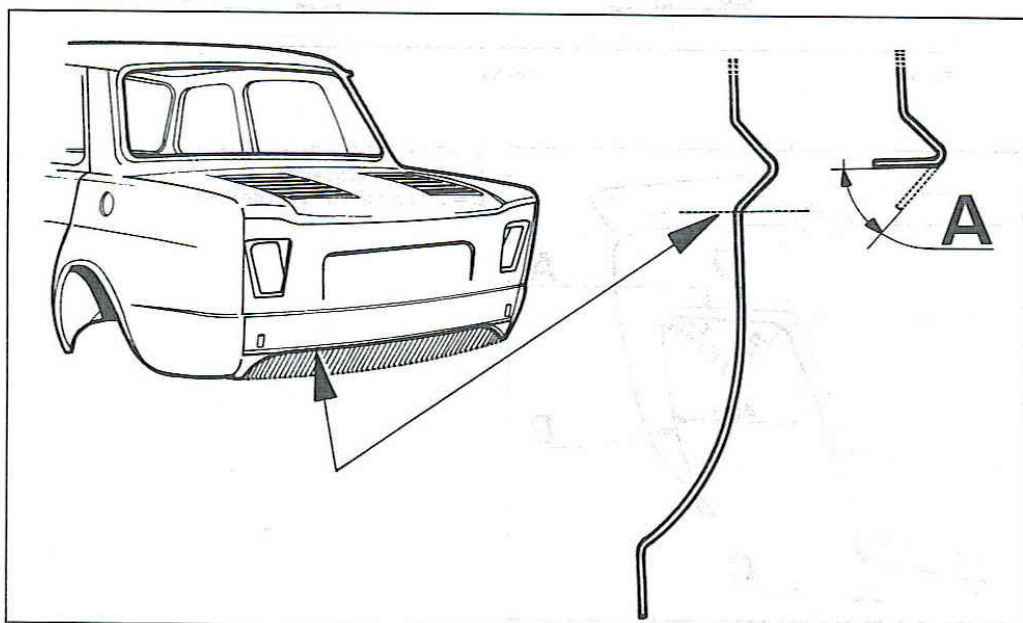

Fig. 5
- Pour permettre le passage de l'échappement transversal, couper le panneau AR dans sa partie inférieure suivant la Fig. 5 et relever le bord à l'horizontal (A).